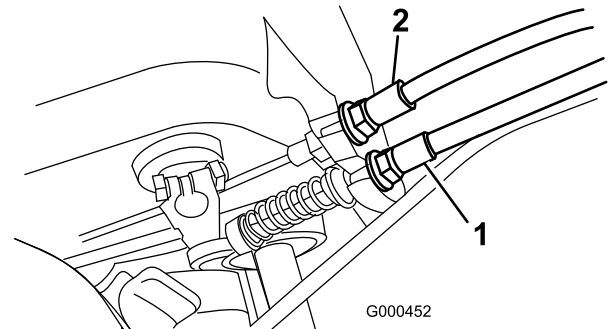

Figura 36
2. Per aumentare la tensione del cavo allentate il controdado del cavo anteriore e serrate il controdado del cavo posteriore (Figura 36) finché non occorre una forza di 5–6,3 kg per inserire il freno. La forza viene misurata al pomello della leva. Non regolate eccessivamente, perché la cinghia del freno potrebbe opporre resistenza.